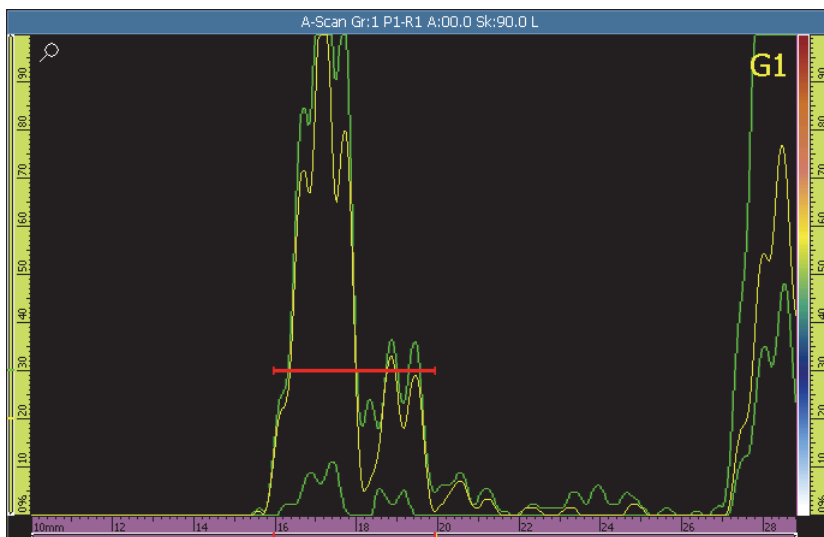

Figura 5-6 Creazione dell'involucro per la taratura del ritardo dello zoccolo
- Passare lentamente la sonda avanti ed indietro sul blocco di taratura, sopra il riflettore, per creare un segnale dell'involucro uniforme (vedere Figura 5-6 a pagina 139).